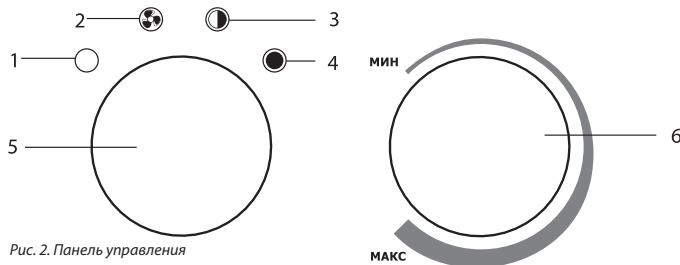

Рис. 2. Панель управления
Для включения прибора в режиме вентиляции (без нагрева) переведите ручку переключателя (5) в положение «☉», (см. рис. 2), при этом начинает работать вентилятор. Чтобы отключить режим вентиляции и выключить прибор, переведите ручку переключателя (5) в положение «○». Если температура окружающего воздуха выше, чем установленная терморегулятором, пушка работает в режиме вентиляции без нагрева. Если температура окружающего воздуха ниже, чем установленная терморегулятором, пушка работает в режиме вентиляции с нагревом (мощность нагрева зависит от положения клавиши переключателя). Ручкой терморегулятора устанавливается требуемая температура воздуха в помещении. Терморегулятор поддерживает заданную температуру путем автоматического отключения и включения электронагревателя (примерный диапазон поддерживаемой температуры от 0 до +40 °С). Для увеличения желаемой температуры поверните ручку терморегулятора по часовой стрелке, для уменьшения – против часовой стрелки.